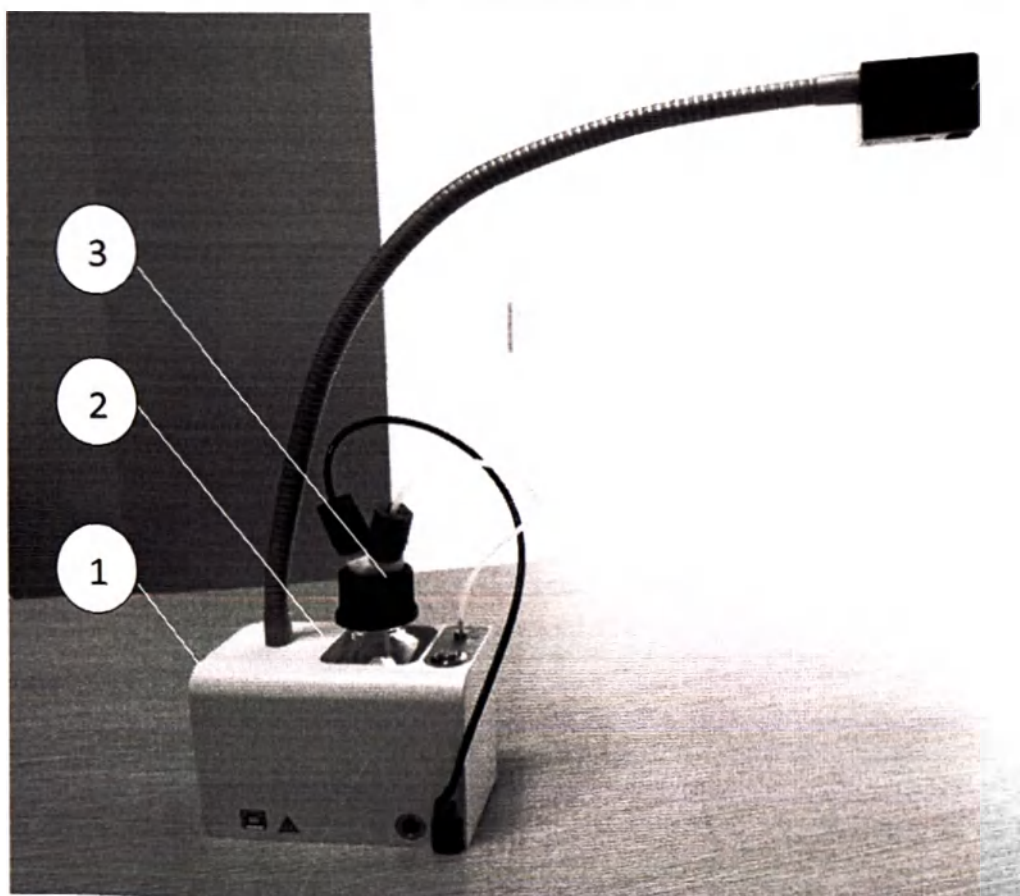
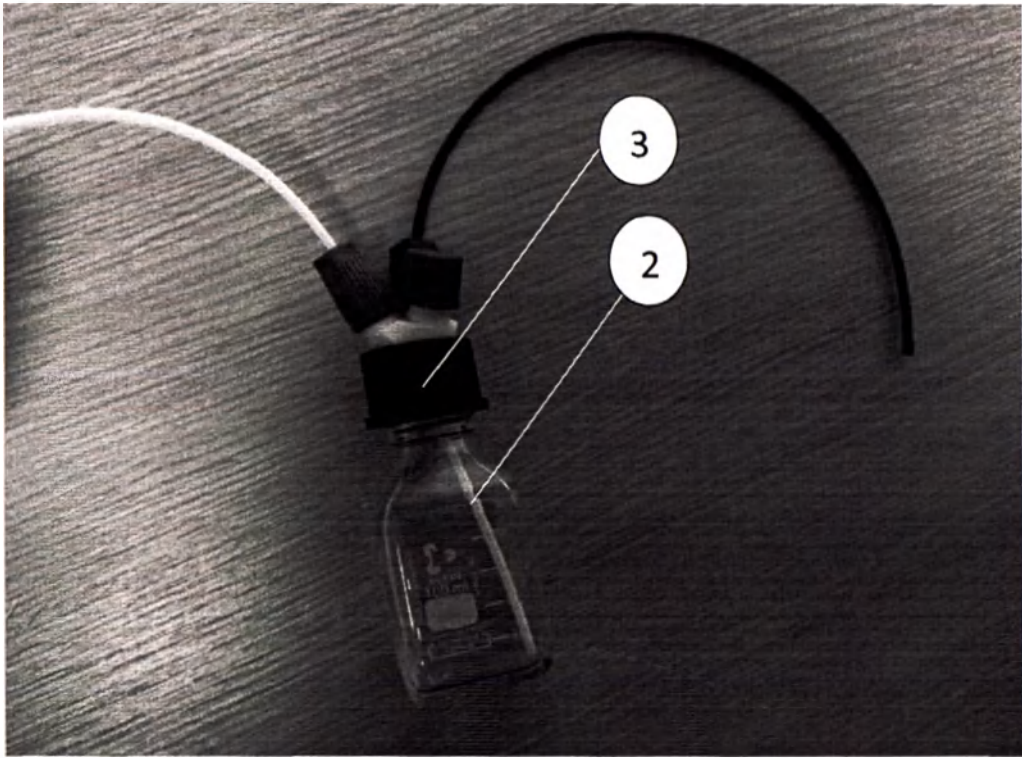

Рисунок 100 - Система подачи иммерсионного масла
Рисунок 101 – ② бутыл для иммерсионного масла и ③ крышка-распределитель с трубками для бутылки
- 1) Податчик иммерсионного масла (поз. ①, Рисунок 100),
- 2) бутыл для масла (поз. ② Рисунок 100, поз. ② Рисунок 101),
- 3) крышка-распределитель с трубками для бутыл (поз. ③ Рисунок 100, поз. ③ Рисунок 101),